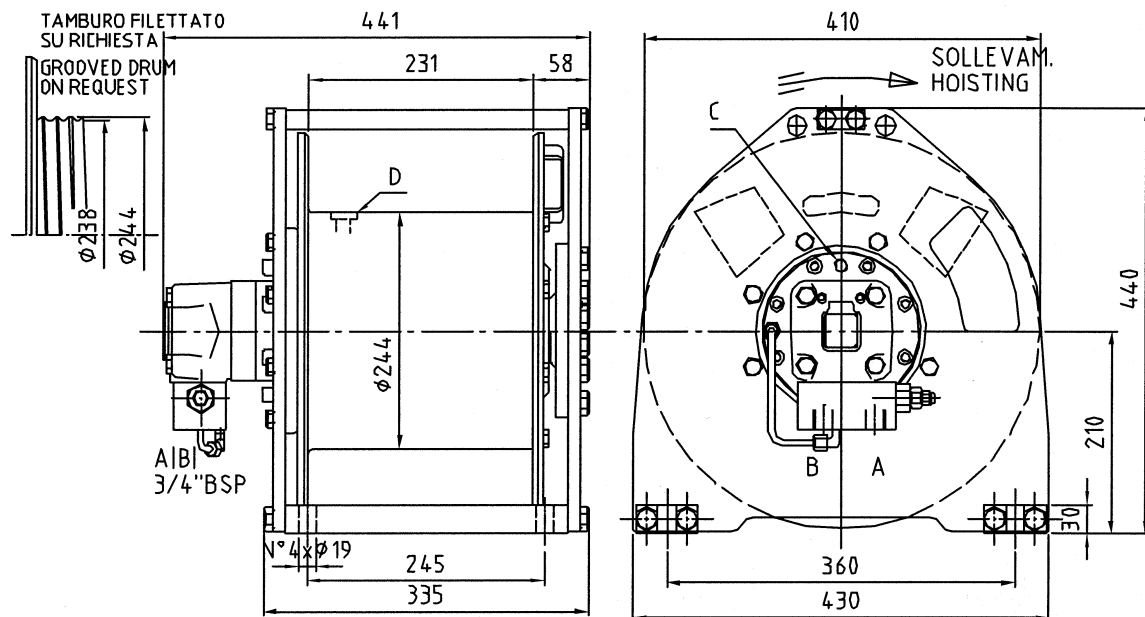

Fig.6-1
6.3 VERRICELLO (Fig. 6.1)
6.3 WINDE (Abb. 6.1)